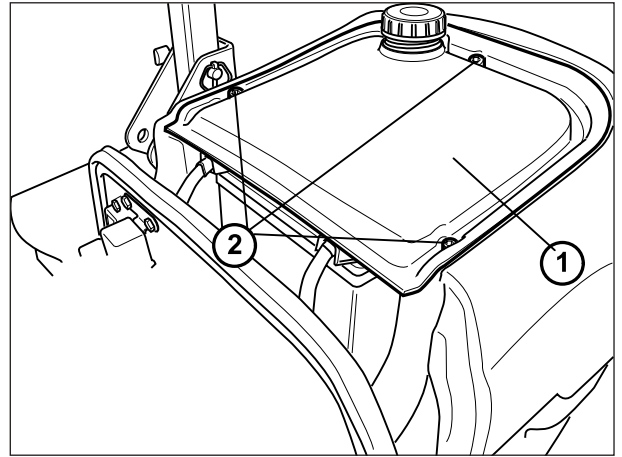
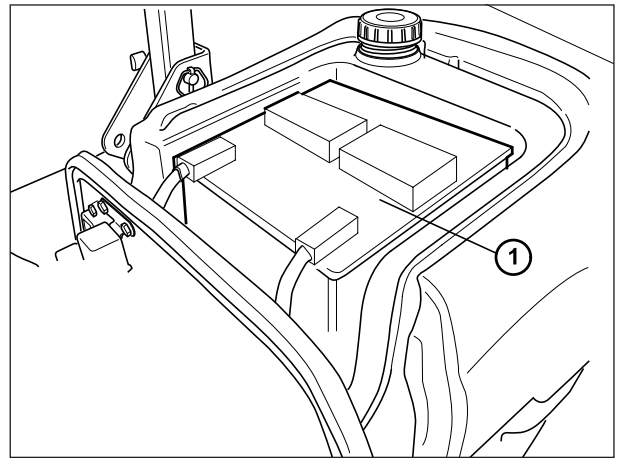

Fig. 91
Fig. 92 - Batería
## OPERACIÓN 4 Batería (Fig. 91)
para acceder a la batería es necesario quitar el panel (1 Fig. 91) desenroscando los 3 tornillos de fijación (2 Fig. 92).
- Quitar la tapa (1 Fig. 91).